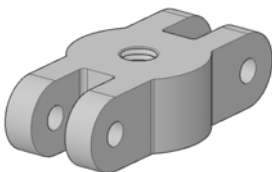

图 19-18 减去压紧螺杆得到横梁
7) 使用命令 “subtract” 从没螺孔的横梁减去压紧螺杆得到横梁, 如图 19-18 所示。